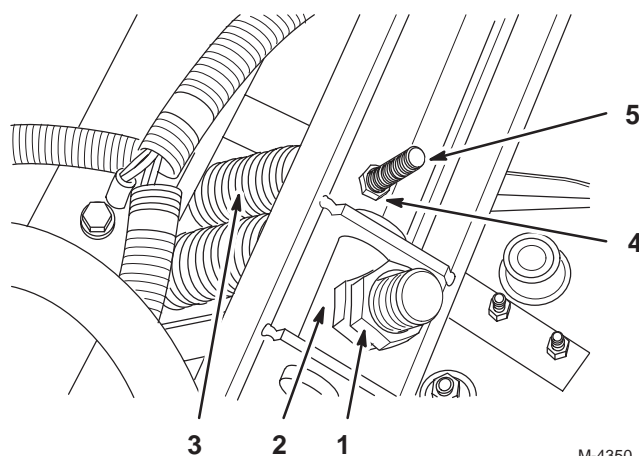

Figure 31
3. Mesurez l'écart entre les écrous de blocage et l'axe de pivotement du vérin (Fig. 31). Il doit être égal à 5,7 cm.